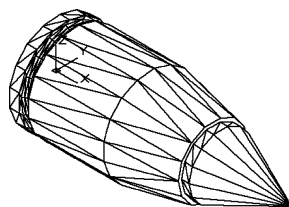

图 13-53 消隐后的图形
(3) 在命令行中输入“HIDE”命令, 消隐第 (1) 步所作的图形。此步结果如图 13-53 所示。